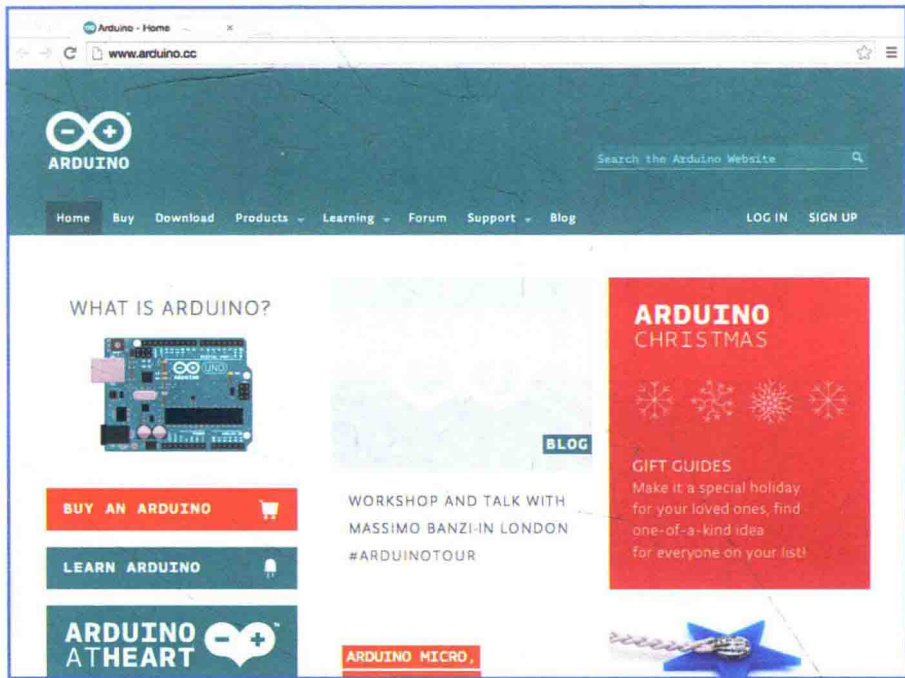

图 5.5 Arduino 的主网站 Arduino.cc 应该是学习 Arduino 的第一个目标
1. 下载安装 Arduino 软件。可以从 Arduino.cc 下载软件，阅读详细说明。图 5.5 提供了该网站的截图。